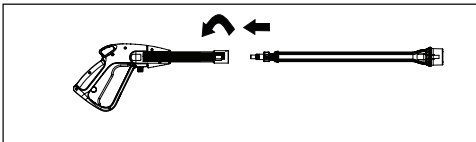

Figure 8
- Insérer la lance à branchement rapide dans le pistolet et tourner dans le sens des aiguilles jusqu'à la butée positive tel qu'illustré sous la figure 8.